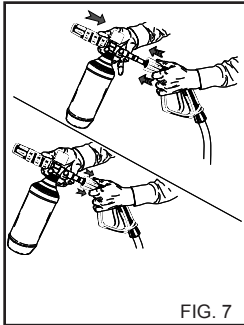
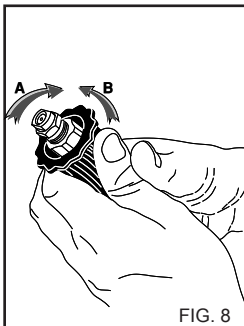

FIG. 7
FIG. 8
2) Entfernen Sie die Verlängerung vom Griff und setzen Sie das Reinigungsmittel-Sprühset ein (fig. 7), betreiben Sie den Hochdruckreiniger und sprühen Sie die zu reinigende Fläche von unten nach oben ein. Bedienen Sie bei der Version mit Reinigungsmittelabsaugung den Saugschalter des Reinigungsmittels an der Lanze (fig. 8).
4) Nach dem Gebrauch mit Reinigungsmittel muss der Ansaugkreislauf ausgespült werden; stecken Sie hierzu den Saugschlauch (fig. 8) des Reinigungsmittels in einen Kanister mit Reinwasser und betreiben Sie die Pumpe 1 Minute lang bei Lanze auf Reinigungsmittelabgabe.
## GEBRAUCH DES VERSTELLBAREN SPRÜHKOPFES (Fig. 8) (Vers. DS)